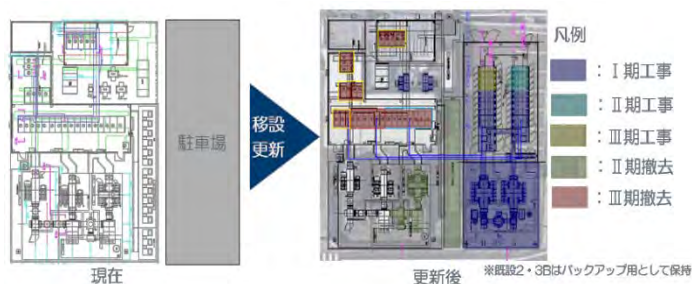

図2 移設更新計画
■増産タイミングに合わせて電気設備を隣接する駐車場に移設更新する(図2)